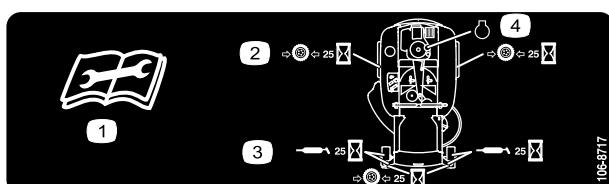

Bild 29
- Reinigen Sie die Schmiernippel (Bild 28 und Bild 29) mit einem Lappen. Kratzen Sie bei Bedarf Farbe vorne von den Nippeln ab.
- Setzen Sie die Fettpresse nacheinander an allen Nippeln an (Bild 28 und Bild 29). Fetten Sie die Nippel, bis das Fett beginnt, aus den Lagern auszutreten.